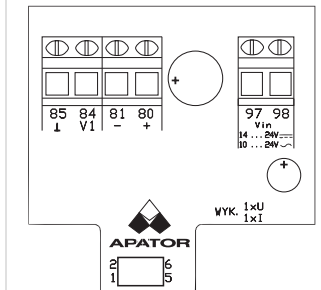

Fig. 31
3. 1 salida de corriente + 1 salida de tensión (Fig. 31):